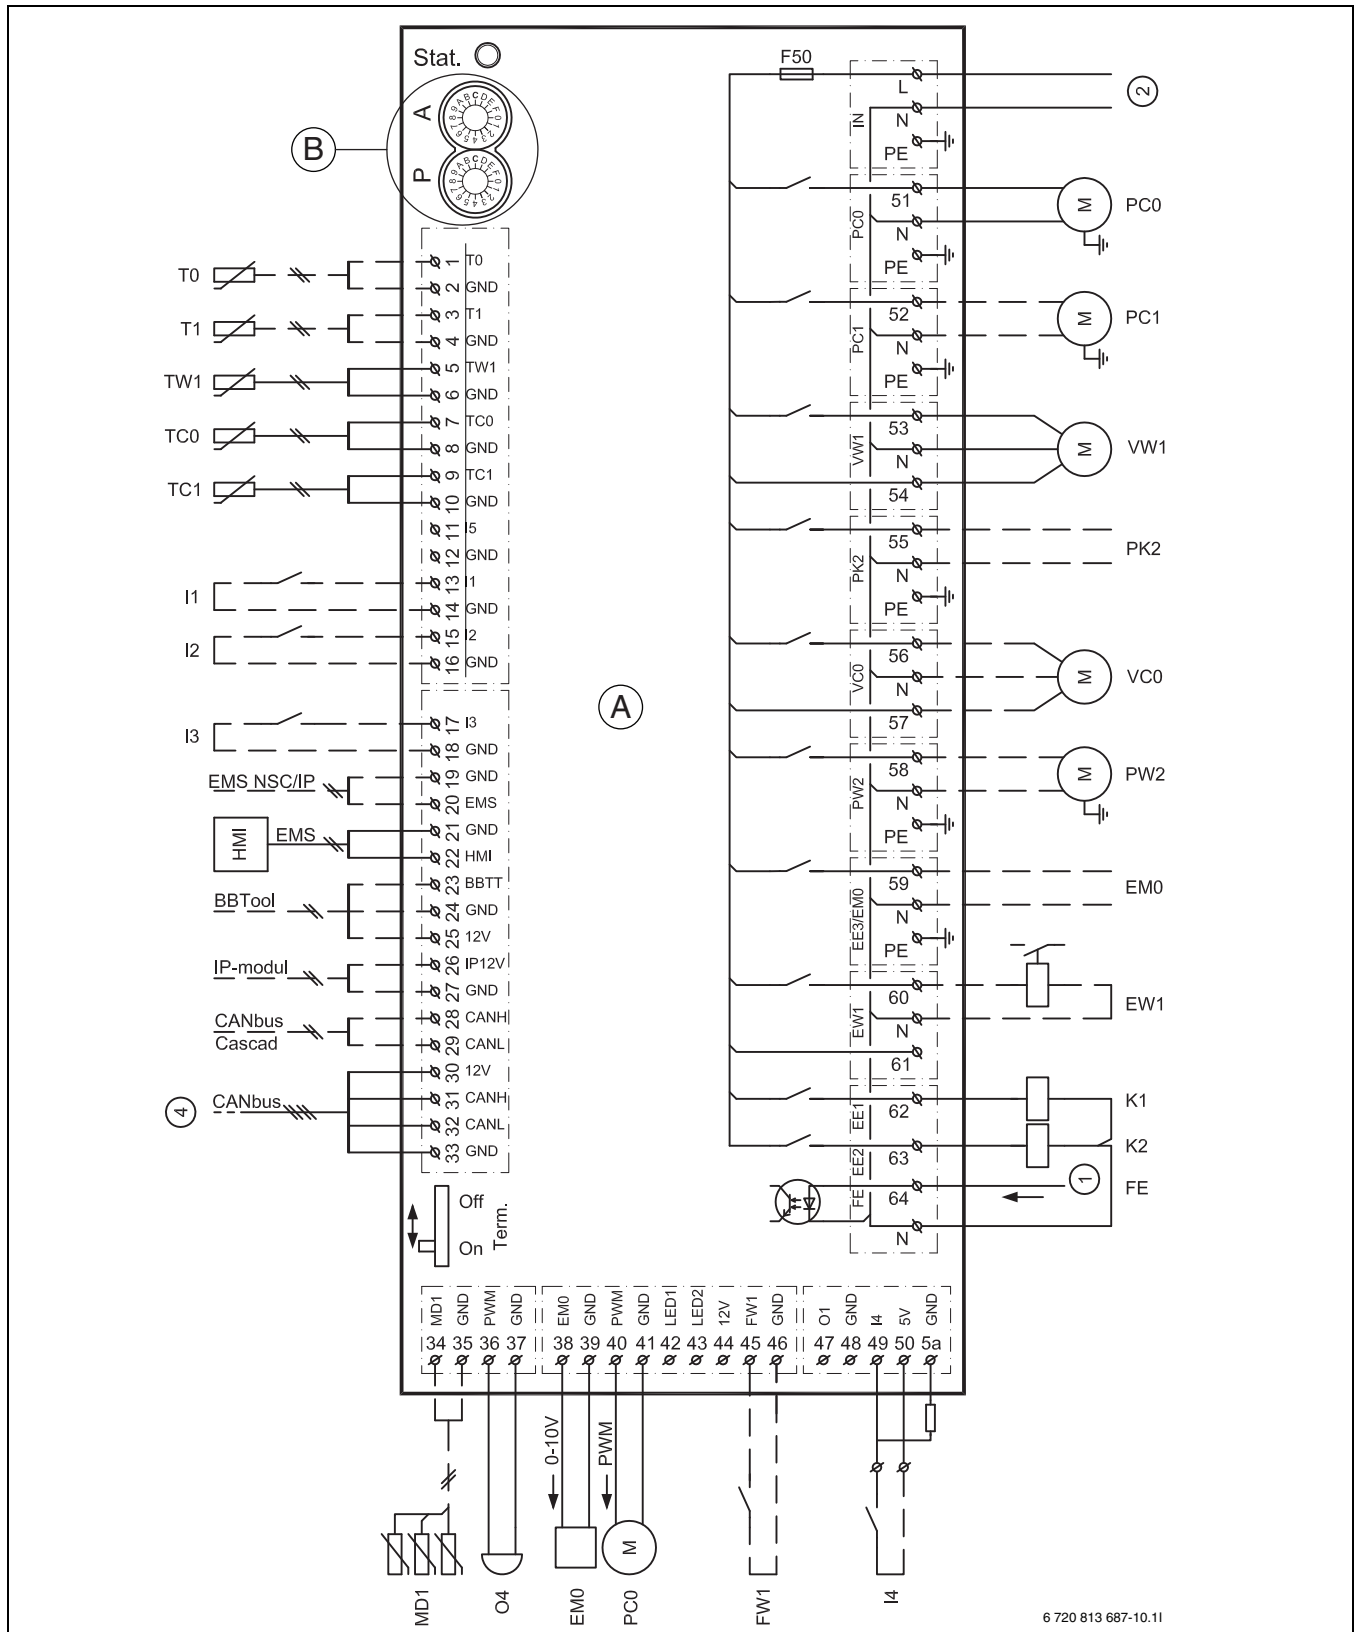

Bild 29 Elschema, Installermodul
- [1] Larm eltillskott/tryckvakt ([1] Bild 29)
- [2] 230V~ manöverspänning, Installermodul ([2] Bild 29)
- [4] CAN-BUS från Installermodul ([4] Bild 29)